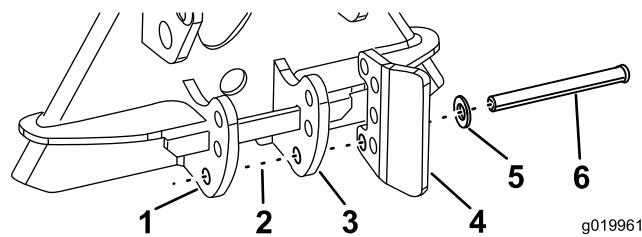

**Figura 7**
5. Instale um parafuso (3/8 pol.) no furo perfurado e prenda o conjunto de suporte com uma porca flangeada (3/8 pol.) (Figura 7).